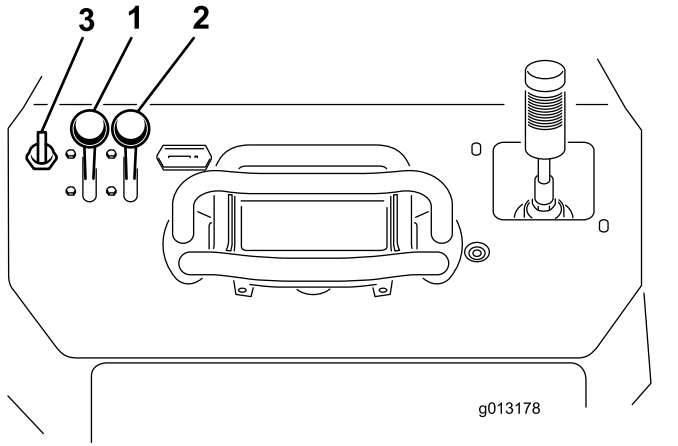

Figura 17
1. Deplasați maneta de accelerație până la jumătatea distanței dintre pozițiile LENT și RAPID (Figura 17).
2. Deplasați maneta de oc în poziția PORNIT (Figura 17).
3. Rotiți cheia în poziția PORNIT (Figura 17). După pornirea motorului, eliberați cheia.
4. Deplasați lent maneta de oc în poziția OPRIT (Figura 17). Dacă motorul se calează sau ezită, cuplați din nou ocul până la încălzirea motorului.
5. Deplasați maneta de accelerație în poziția dorită (Figura 17).